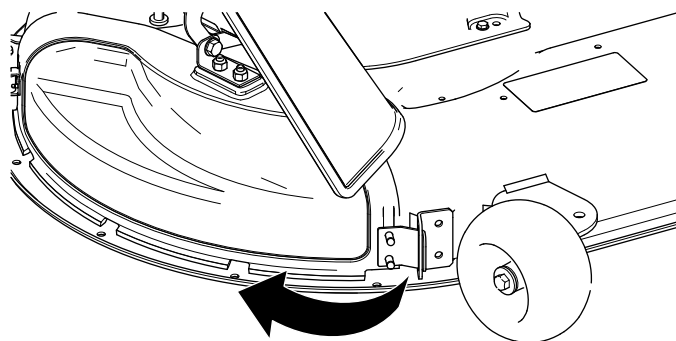

Figura 15
4. Fate ruotare il coperchio dello scarico verso il piatto di taglio, in modo tale che si allinei con il piatto stesso (Figura 15).